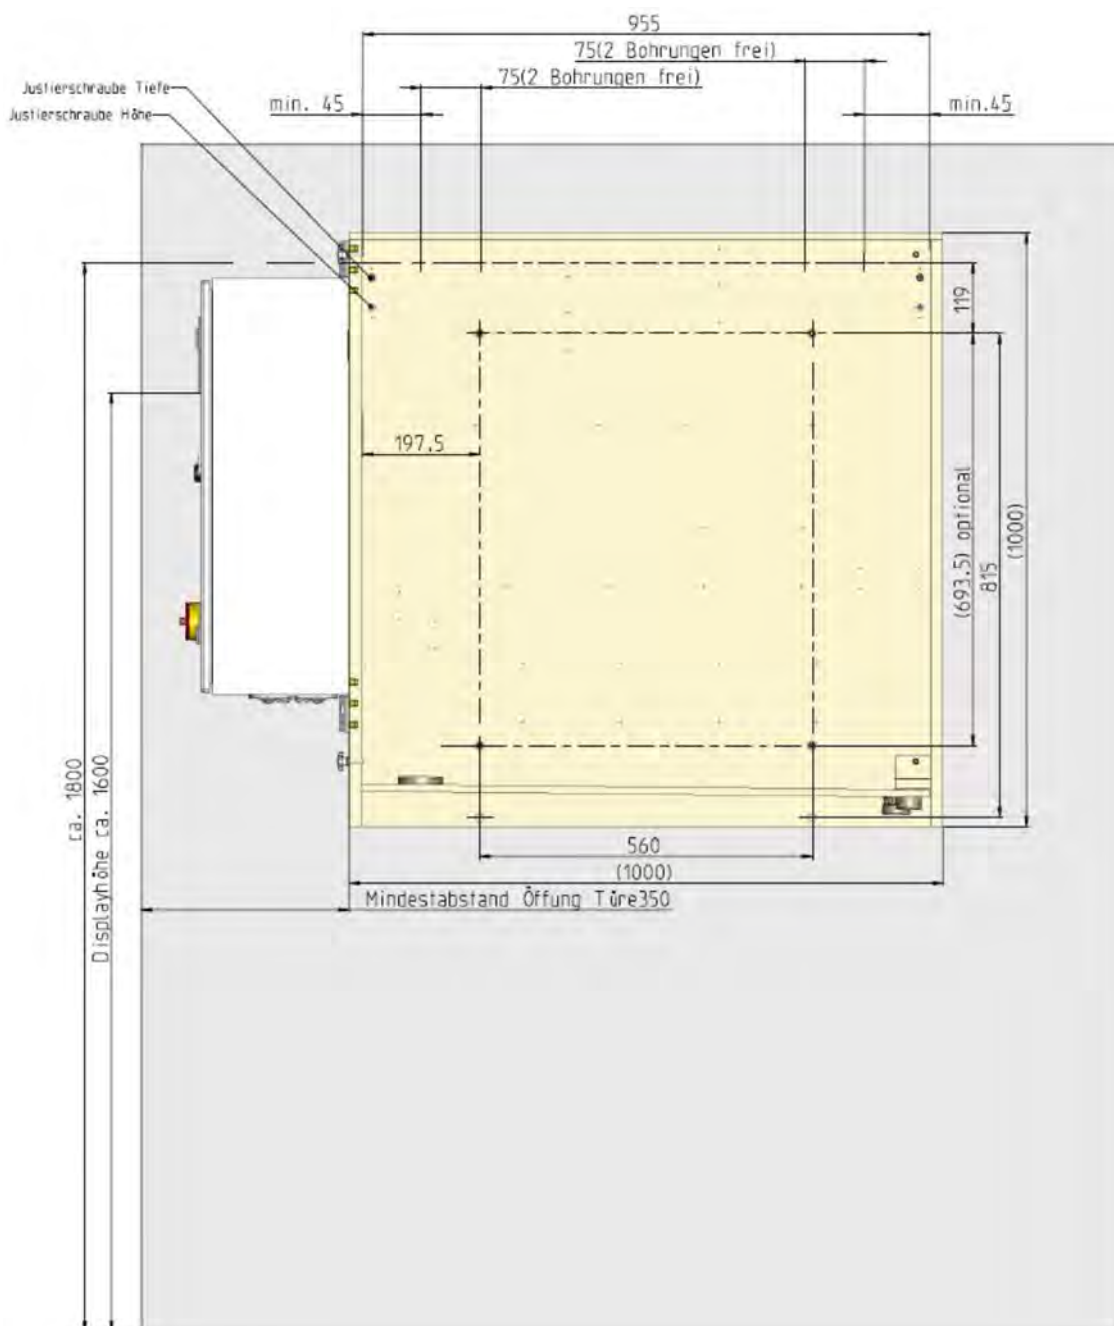

Fig. 7 : Schéma de montage
2. ➤ Tracer au mur les perçages à réaliser conformément au schéma ↪ *Chapitre 5.3.1 « Schéma de montage » à la page 34, Fig. 7 .*